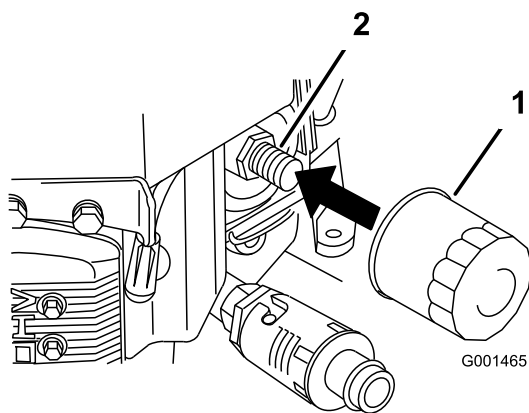

Bild 36
2. Entfernen Sie den alten Filter (Bild 36).
3. Ölen Sie die Gummidichtung am Ersatzfilter leicht mit Frischöl ein (Bild 36).
4. Montieren Sie den Ersatzölfilter am Filterstutzen. Drehen Sie den Ölfilter nach rechts, bis die Gummidichtung den Filterstutzen berührt. Ziehen Sie den Filter dann um eine weitere 3/4 Drehung fest (Bild 36).